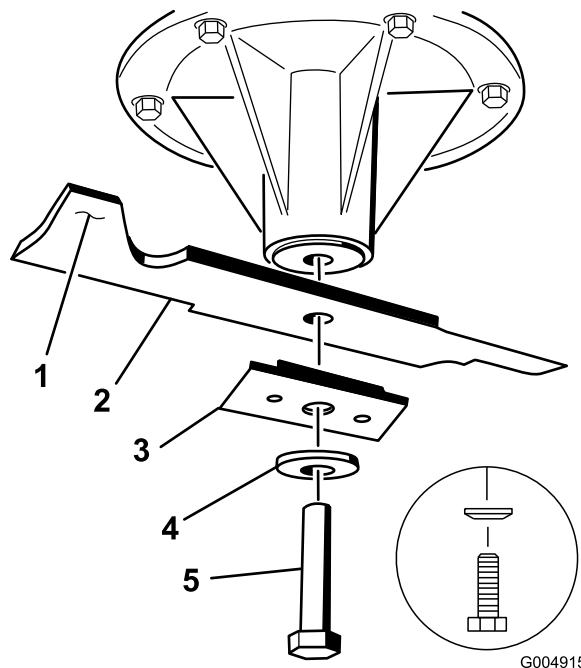

Figure 69
2. Enlevez de l'axe, le boulon, la rondelle bombée, le renfort et la lame (Figure 69).
horizontale, elle est équilibrée et peut être utilisée. Si la lame est déséquilibrée, limez un peu l'extrémité de la partie incurvée seulement (Figure 69). Répétez la procédure jusqu'à ce que la lame soit équilibrée.
1. Placez la lame sur l'axe (Figure 69).
Important: Pour obtenir une coupe correcte, la partie incurvée de la lame doit être tournée vers le haut et dirigée vers l'intérieur du carter de tondeuse (Figure 69).
2. Posez la lame, le renfort, la rondelle bombée et le boulon de lame (Figure 69).